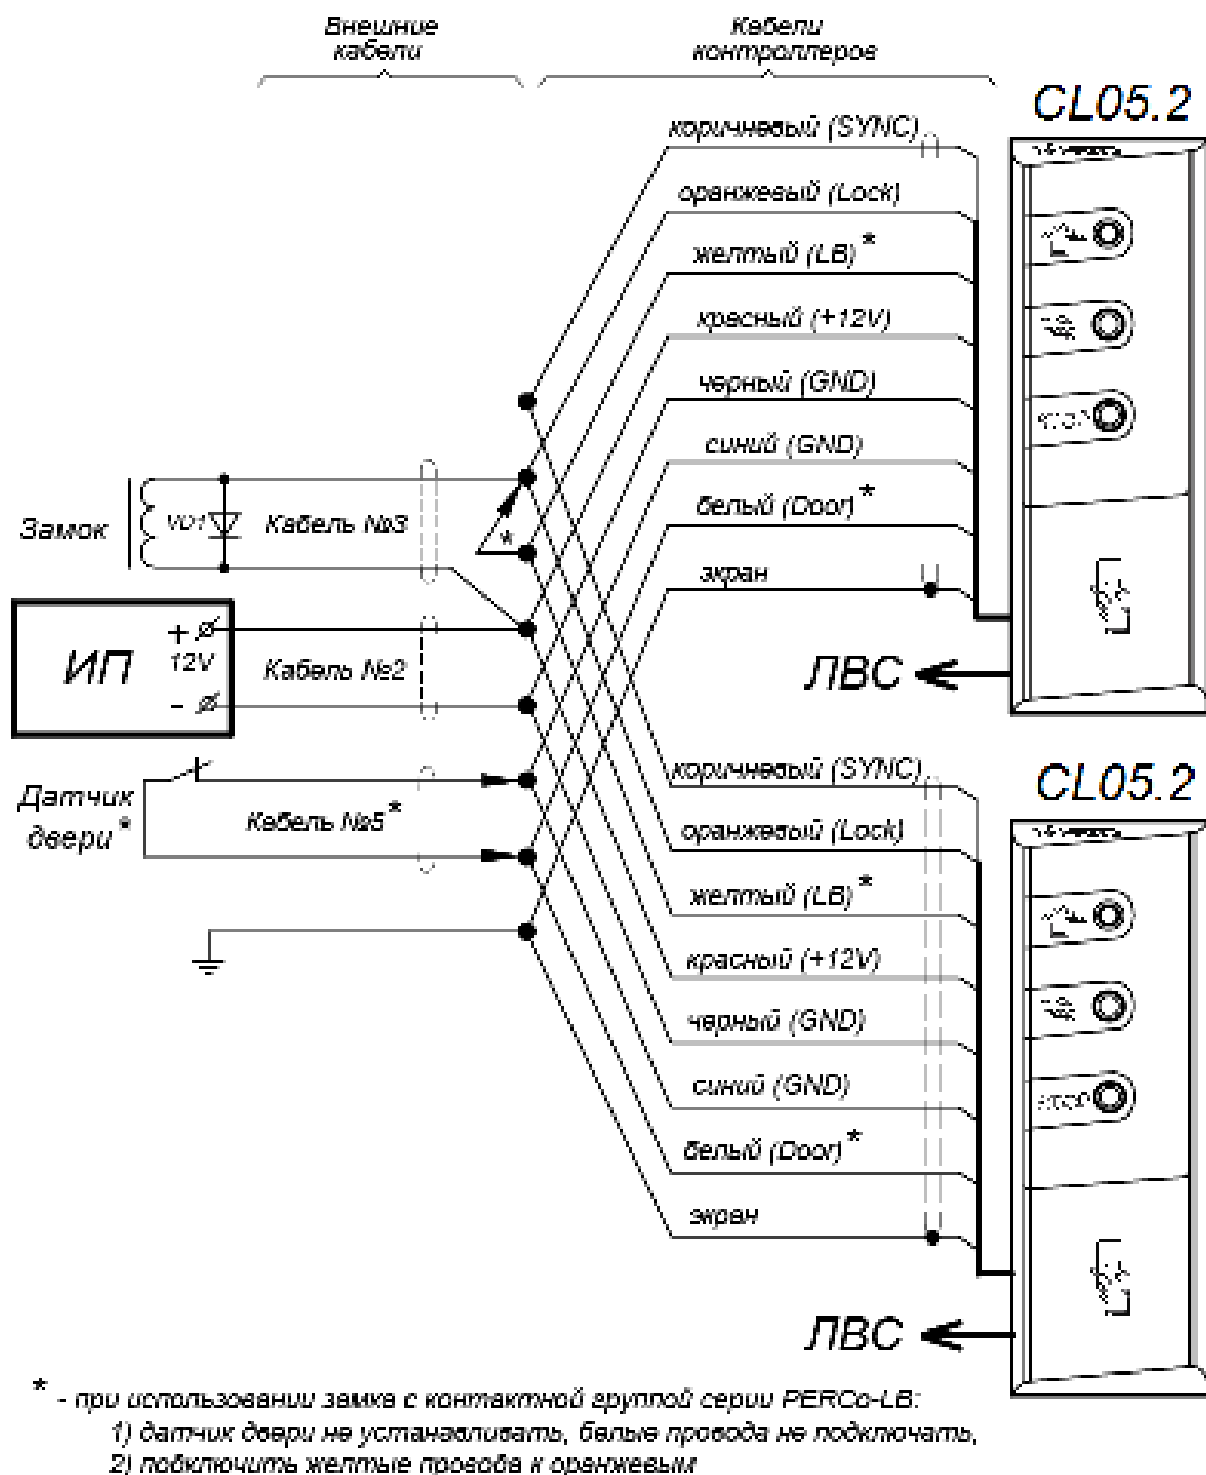

Рисунок 4. Схема параллельного подключения двух контроллеров для управления двусторонней дверью
В режиме «Синхронизация» вывод используется для синхронизации совместной работы двух контроллеров при организации двухсторонней точки прохода. В этом режиме выводы контроллеров соединяются друг с другом. Это позволяет избежать регистрации события *Взлом ИУ* при проходе в направлении, противоположном, направлению, в котором установлен контроллер. Схема подключения представлена на рис. 4. Подключение другого оборудования к дополнительным выводам контроллеров в этом случае не допускается.
15. При необходимости совместной работы двух контроллеров для обслуживания двухсторонней двери, произведите монтаж и подключение второго контроллера. Подключение производится параллельно по цветам проводов (кроме кнопки ДУ – она в этом случае, как правило, не используется, при необходимости может подключаться по отдельности к любому из контроллеров по схеме на рис. 3). Схема подключения представлена на рис. 4, при этом к соединенным между собой коричневым проводам (SYNC) ничего не подключать.